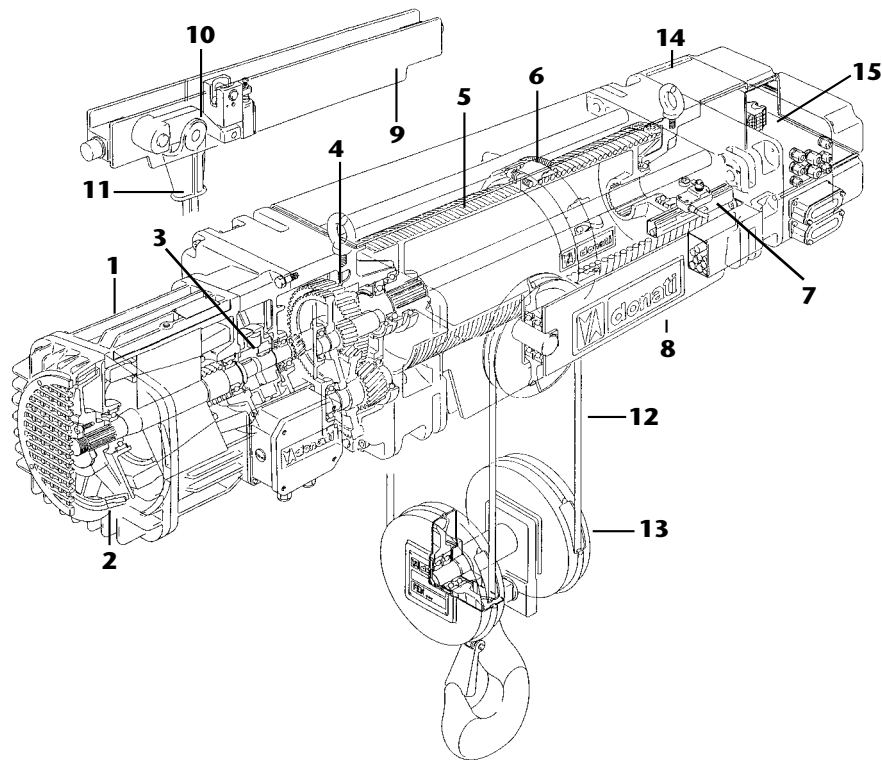

fig. 5
2.1.3 Le parti del paranco elettrico a fune DRH (fig. 5)